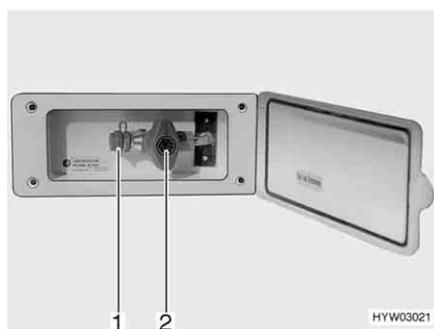

Fig. 130 Presa gas esterna (rubicetto di arresto del gas chiuso)
La presa gas esterna (Fig. 130) si trova, a seconda del modello, nella parte posteriore o sul lato destro o sinistro del veicolo.
- Collegare l'apparecchio a gas esterno all'attacco (Fig. 130,1).
- Aprire il rubinetto di arresto del gas (Fig. 130,2).